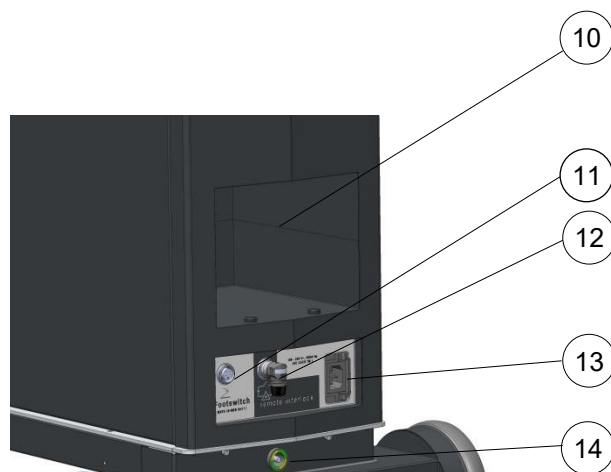

図 3-2 : 背面図
- ELIOS レーザーコンソールを主電源から切り離すには、装置側の電源プラグを抜いてください（図 3-2）。
- ELIOS レーザーコンソールは、常に電源プラグが外せるような配置にしてください（図 3-2）。
フットスイッチは、専用コネクタに接続してください（図 3-2 を参照）。フットスイッチは、レーザー照射をトリガーするために使用されます。フットスイッチを操作するとレーザー照射が開始され、解除すると直ちに照射は中断されます。
ELIOS レーザーコンソールには、等電位化接続用端子が装備されています（図 3-2 参照）。等電位化ケーブルを使用することで、追加の等電位化接続が可能です。
本装置には、ドア接点などの外部安全装置を接続するためのリモートインターロック用コネクタが装備されています（図 3-2 参照）。プラグコネクタの接点が開放されると、レーザー照射は中断されます。リモートインターロックの接続方法に関する詳細は、MLase または認定サービスパートナーにお問い合わせください。